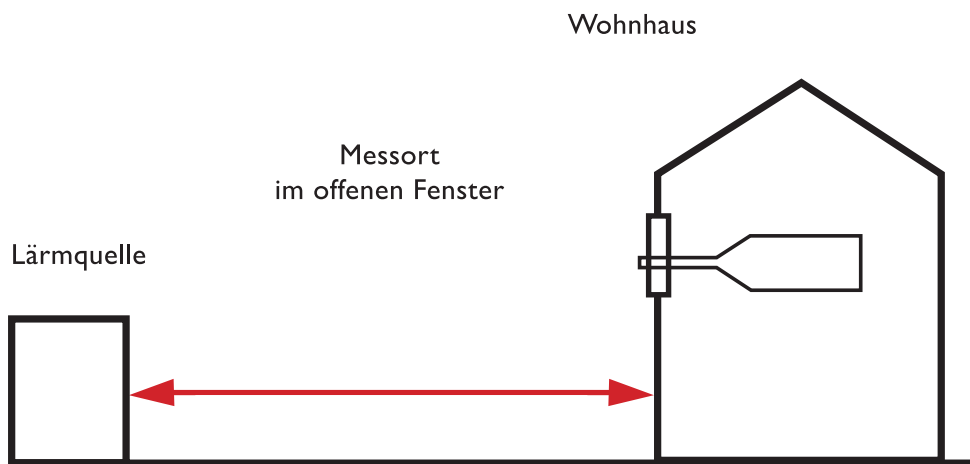

Abb. 5.6: Ort einer Schallpegelmessung
- Seite 14: Abb. 5.6 – Ort einer Schallpegelmessung, Quelle: Viessmann